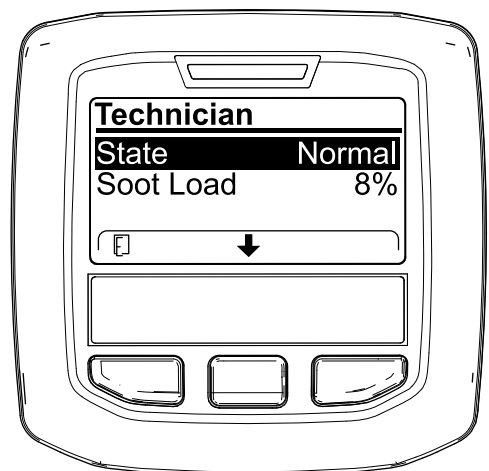

Figura 27
- Utilice la tabla de funcionamiento de DPF para comprender el estado actual del funcionamiento del DPF (Figura 27).